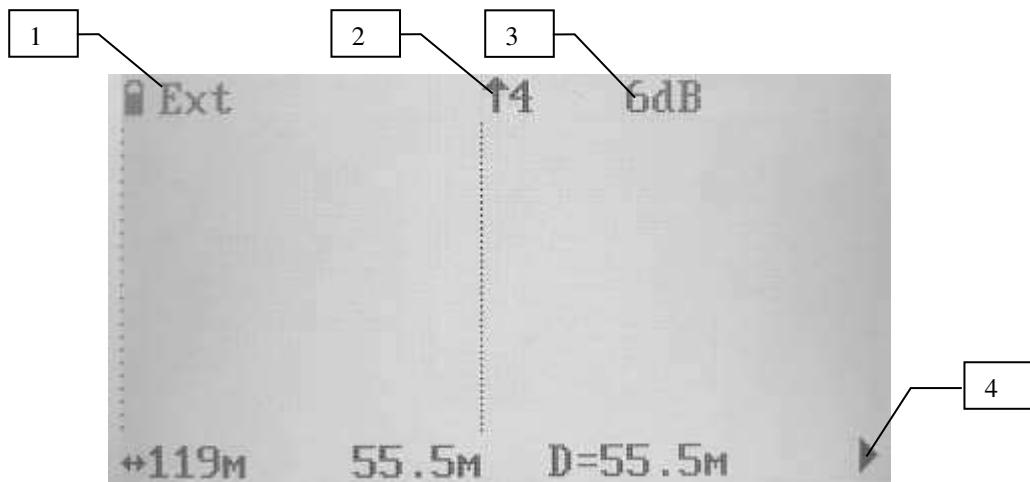

Рис. 30
- нажать кнопку «Меню». При этом на экране появится заставка этого режима рис. 30 и прибор переходит в режим ожидания импульса запуска.
Примеры рефлексограмм полученных в результате работ в составе поисковых лабораторий (КАЭЛ-3, КАЭЛ-5, ЭТЛ-35К и т.д.) в режимах «Испытание»/«Прожиг» (метод Decay) и «ГАУВ» (метод ICE) приведены на рис. 30а и рис. 30б.
Рис. 30а. Пример рефлексограммы места повреждения в режиме работы «Испытание»/«Прожиг» (метод Decay)
Рис. 30б. Пример рефлектограммы места повреждения в режиме работы «ГАУВ» (метод ICE)
Символ « \blacksquare » в правом нижнем углу экрана (1, рис. 30а,б) означает, что рефлектометр зафиксировал полученный импульс. Для повторного запуска режима, после появления рефлектограммы и символа « \blacksquare » достаточно нажать кнопку «Старт\Стоп» для перевода рефлектометра в состояние ожидания синхроимпульса, которое будет обозначено символом « \blacktriangleright ». Для сохранения рефлектограммы необходимо выполнить действия аналогичные тем, которые описаны в подразделе 6.4.2. «Работа прибора с использованием внутренней оперативной памяти и внешнего запоминающего устройства».